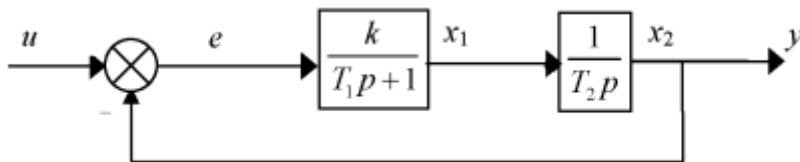

Рис. 1. Структура следящей системы
В инженерной практике используются различные способы задания динамических систем – с помощью структурных схем, передаточных функций, дифференциальных уравнений, а также с помощью частотных и временных характеристик. Проиллюстрируем их на примере следящей системы, структурная схема которой представлена на рис. 1. В ее состав входят инерционное усилительное звено с передаточной функцией  $k / (T_1 p + 1)$ , двигатель с передаточной функцией  $1 / (T_2 p)$  и вычитающее устройство (компаратор) для сравнения входного сигнала  $u$  и выходного сигнала следящей системы  $y$ . Следящая система должна работать таким образом, чтобы угол поворота двигателя  $y$  по возможности точно равнялся значению входного сигнала  $u$  (задача слежения).
Способ задания моделей объектов с помощью схемы (типа приведенной на рис. 1) называется *структурным*, поскольку он отражает реальную структуру объекта.
Для получения описания следящей системы в пространстве состояний выберем в качестве переменных состояния  $x_1$  и  $x_2$  выходные сигналы звеньев первого порядка на структурной схеме рис. 1.
В работе исследуется динамика следящей системы, заданной структурной схемой (рис. 1) при значениях параметров  $k$ ,  $T_1$ ,  $T_2$ , приведенных в таблице вариантов заданий. Отчет по работе должен содержать:
1. С помощью пакета SIMULINK построить схему моделирования в соответствии с рис. 1. Получить графики выходных сигналов (весовой функции, переходной функции и реакции на  $u = e^{-t}$ ). Проверить их соответствие расчетным.